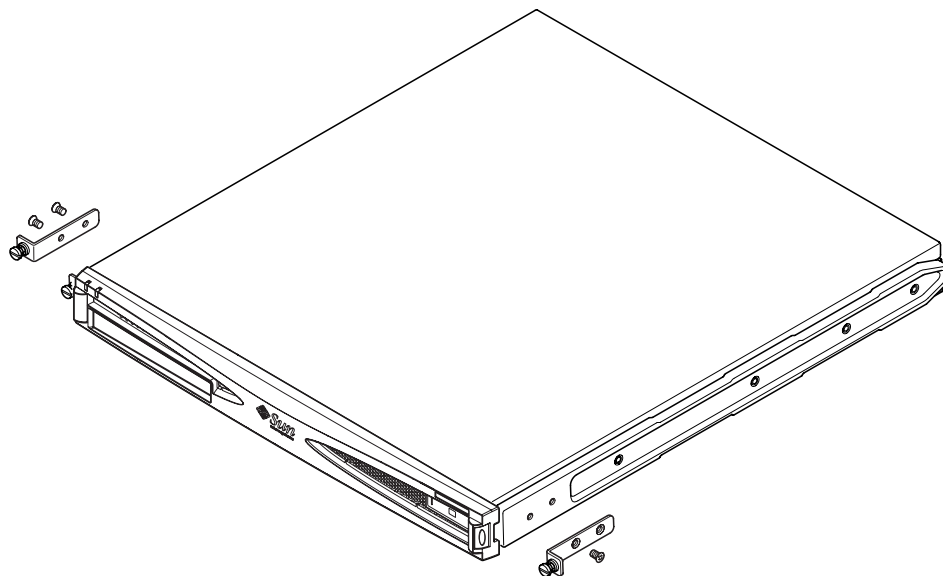

图 5-10 取下翼形螺钉支架
1. 从服务器两侧取下用于机架安装的翼形螺钉支架（请参见图 5-10）。